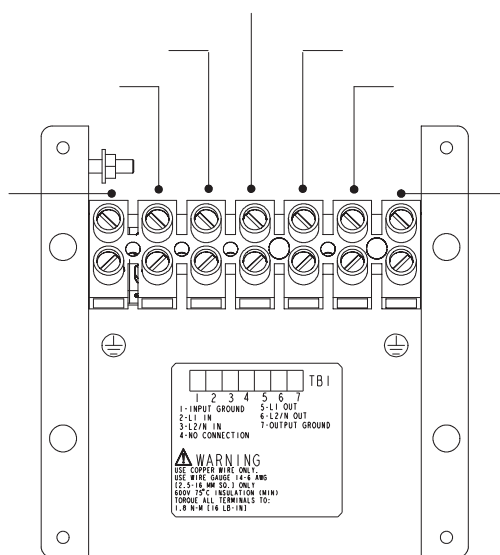

Рисунок 13. Клеммная колодка
6. Подсоедините входной кабель и заземление к входной клеммной колодке в соответствии с рис. 13 и табл. 1.
7. Подсоедините выходной кабель и заземление к выходной клеммной колодке в соответствии с рис. 13 и табл. 1.